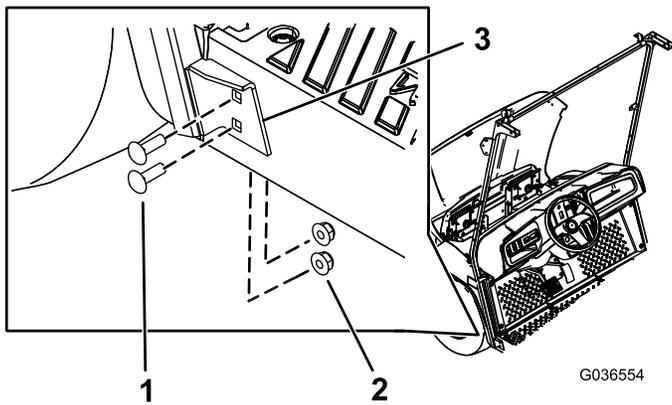

Figura 26
4. Sujete la pestaña inferior de los montantes izquierdo y derecho del parabrisas a la máquina con 4 pernos de cuello cuadrado (5/16" x 1") y 4 tuercas con arandela prensada (5/16") en los taladros que perforó en el paso 1 (Figura 26).